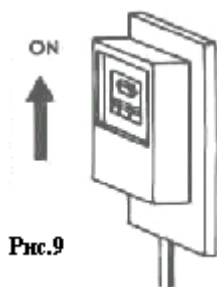
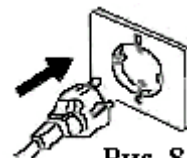

Рис. 9
Рис. 8
- воткните вилку в розетку (рис. 8), включите электропитание посредством включения установленной фазы (рис. 9)